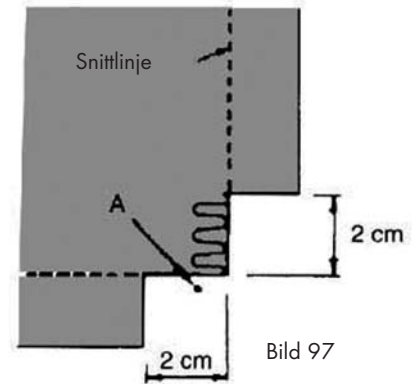

Bild 97
1. Skär bort ca 2 cm framför och bakom hörnet ända fram till sömlinjen (bild 97).
2. Sy ett stygn längre än till markeringen A på ritningen och stanna sedan (bild 97).